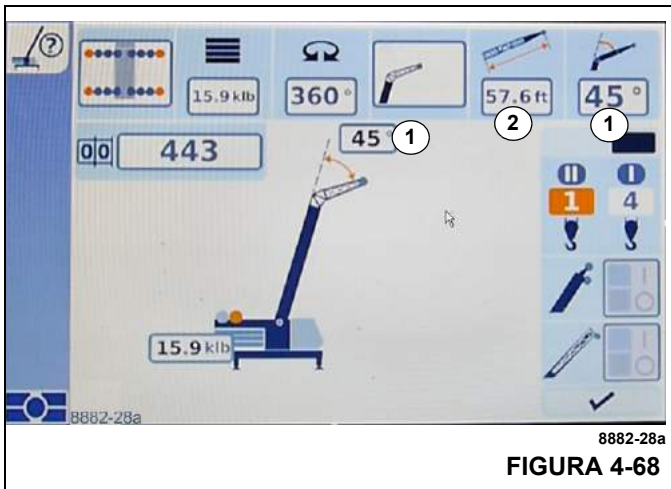

FIGURA 4-68
- **Elevación/bajada de la extensión en celosía:** Muestra el ángulo actual de la extensión de celosía (1, Figura 4-68) con respecto a la pluma principal en grados.
- **Extensión en celosía, puede inclinarse en ángulo:** Muestra el ángulo de la extensión de celosía que corresponde al código de RCL en grados (1, Figura 4-68).
Muestra el largo actual de la extensión de celosía (2, Figura 4-68) en metros (m) o en pies (ft).